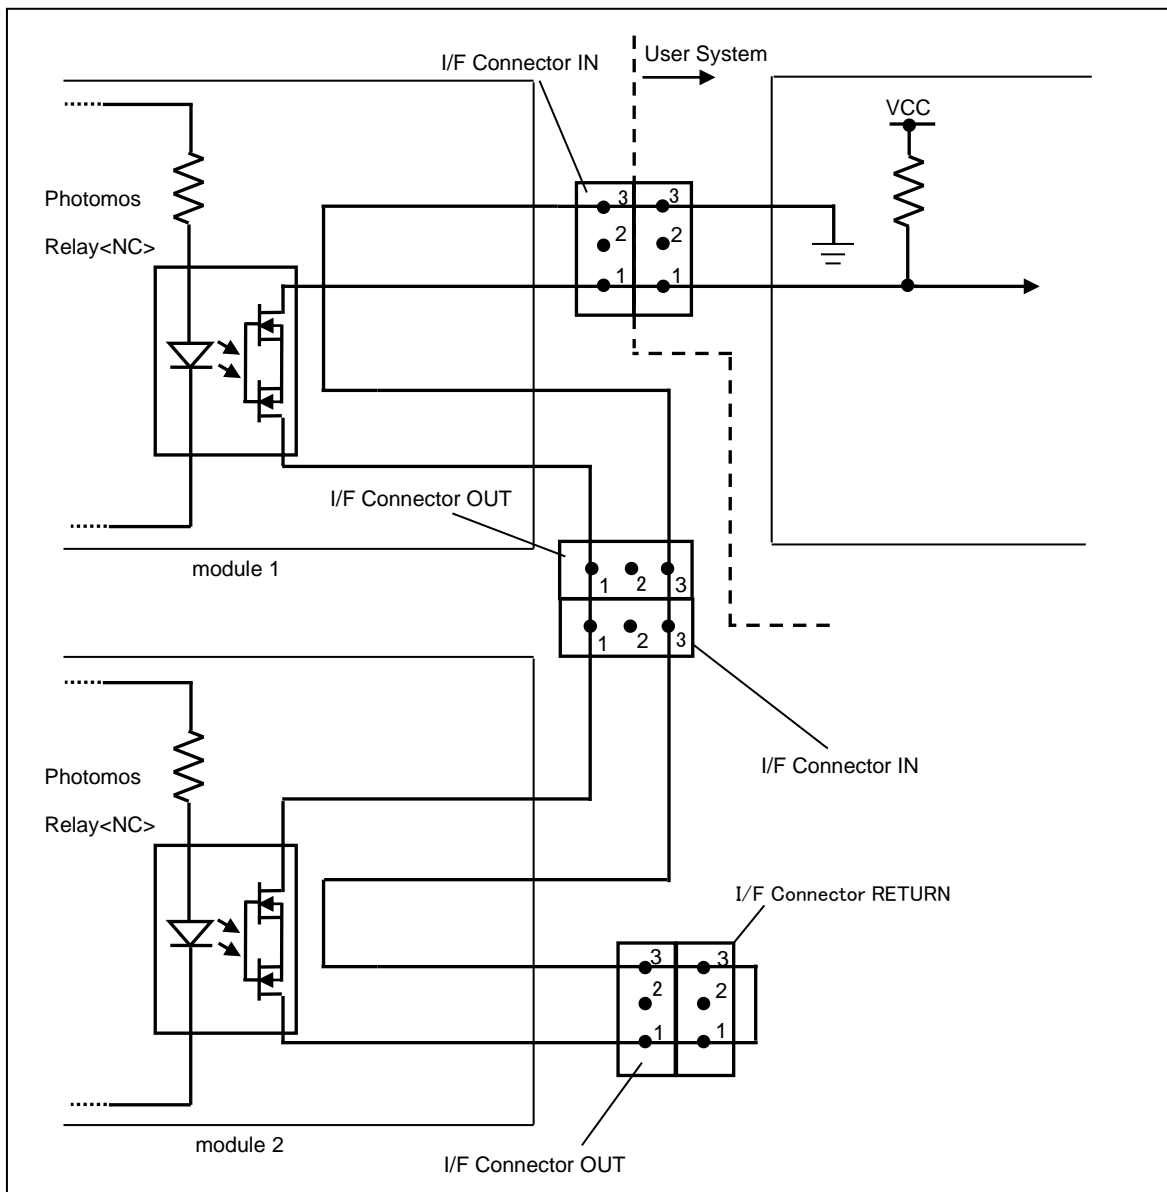

Figure 3-4. Schematic diagram of the how to detect the over voltage
("Figure 3-4."を参照)
*2 Please remove "I/F connector RETURN" when modules are connected to each other. But please don't remove the connector of folded part of signal line. (Refer to "Figure 3-4.")
複数のモジュールを連結する場合は、"Figure 3-4."のようにモジュール 1 とモジュール 2 の過電圧検知用コネクタを接続し、過電圧検知を行います。モジュールが3 連結以上になった場合も、同様の方法により過電圧検知が可能です。
Please connect connectors for over voltage detection of one module and the other module as "Figure 3-4." when you connect 2 modules. Overvoltage detection circuit works in the same way when 3 or more modules are connected.